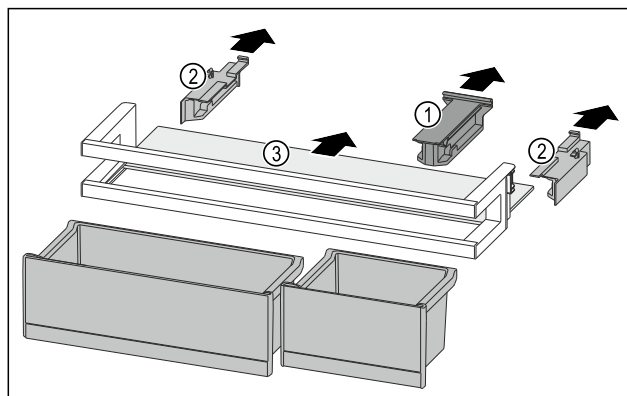

Fig. 180
- ▶ Držák Fig. 180 (1) stáhněte.
- ▶ Boční díly Fig. 180 (2) stáhněte.
- ▶ Odkládací plochu Fig. 180 (3) odeberte.